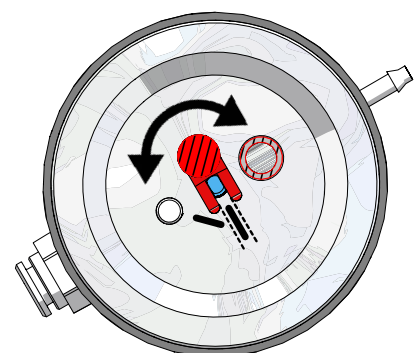

Fig. 12
- ⇒ No caso de depósitos de jateamento de 25 - 70 µm, o bocal doseador tem que ser alinhado (Fig. 12)!